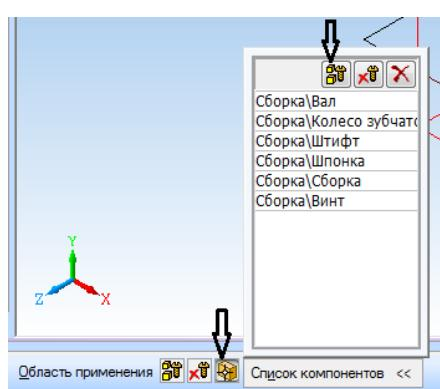

Рисунок 111.
4. Выберите команду Выбор компонентов – «Список компонентов» - «Все компоненты», в результате в окне отобразятся все модели (рисунок 111). С помощью команды «Удалить» удалите из списка стандартные модели, которые не должны быть разрезаны (вал, винт, штифт, шпонка).